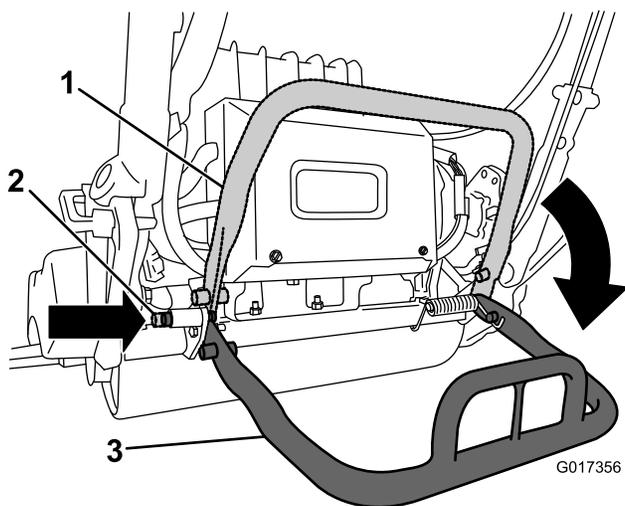

Figura 28
- Para utilizar o apoio ao remover o cilindro, baixe-o e empurre o pino de bloqueio para bloquear o apoio na posição de serviço (Figura 28).